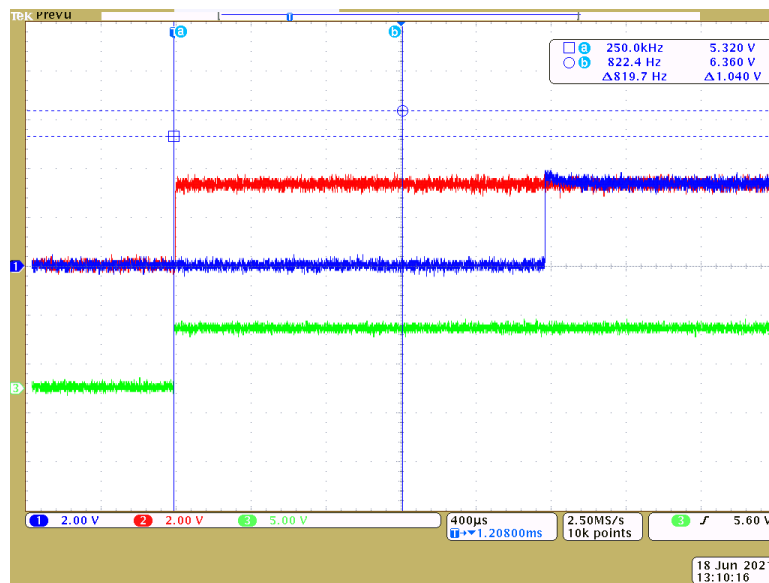

图 4-21. 预期输出信号
- 示波器的输出应与图 4-21 相似，其中绿色波形是到 ACT 引脚 (TP6) 的脉冲，红色波形是 Enable 2 信号，蓝色波形是 Enable 1 信号。